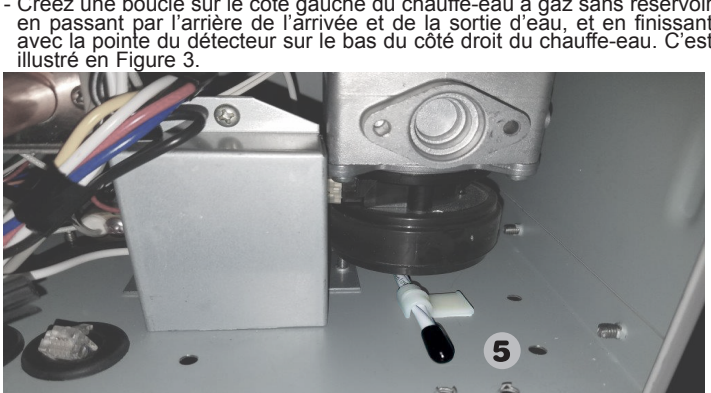

Figure 3.
- Créez une boucle sur le côté gauche du chauffe-eau à gaz sans réservoir en passant par l'arrière de l'arrivée et de la sortie d'eau, et en finissant avec la pointe du détecteur sur le bas du côté droit du chauffe-eau. C'est illustré en Figure 3.